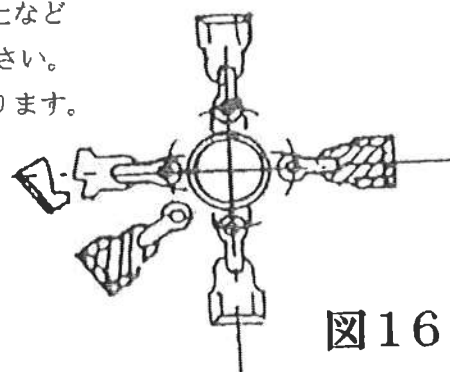

図16
- ・ ナイフの1つが破損し交換する場合には、破損した箇所と対角線にあるナイフも同時に交換することをお勧めします。(バランスを維持する理由から：図16参照)